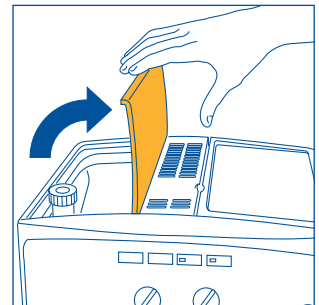

Fig.2
- Abra la tapadera del recipiente de los granos de café (fig.2).